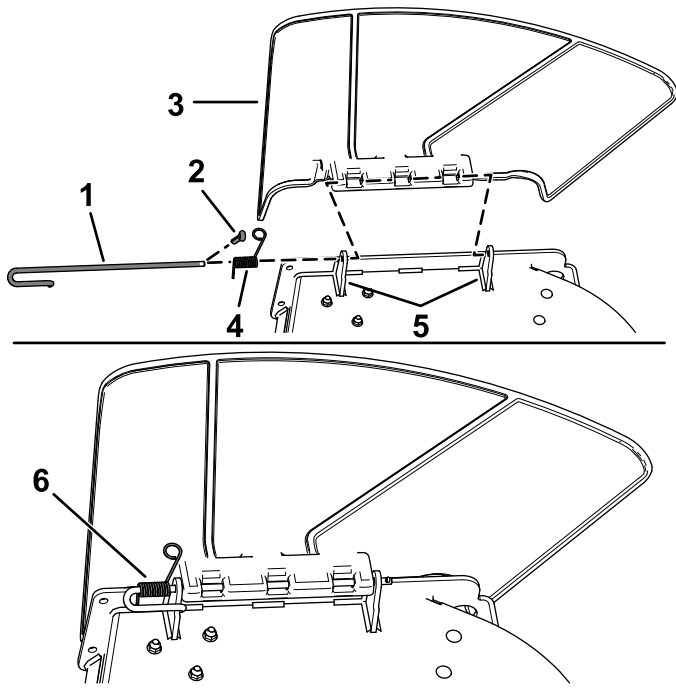

Figura 78
1. Retire el pasador (Figura 78).
2. Desenganche el muelle de la muesca del soporte del deflector, y retire la varilla de los soportes soldados de carcasa, el muelle y el deflector de descarga (Figura 78).
9. Instale el pasador (Figura 78).